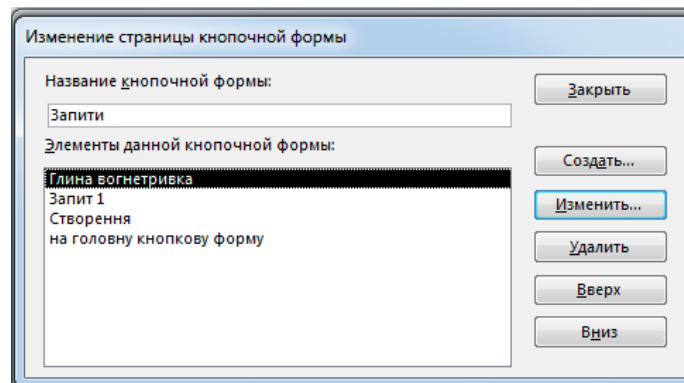

Рис. 45. Створення кнопок для переходу на запити БД
30. Створіть назви елементів даної кнопочної форми ідентичні іменам макросів згідно з рис. 45.